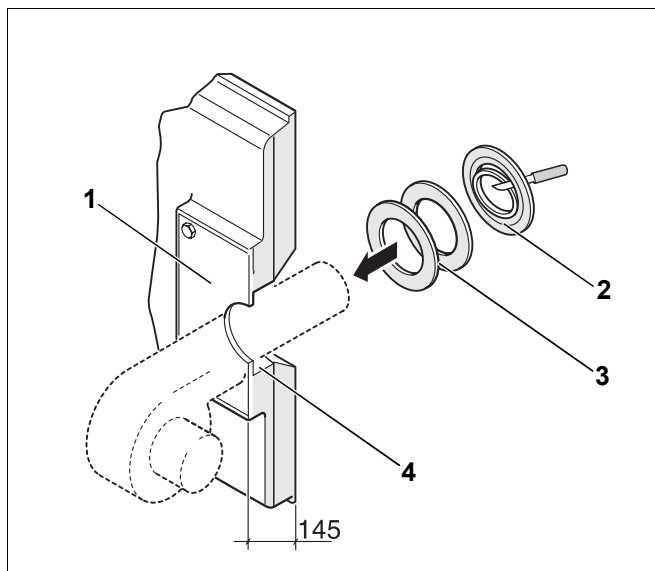

Bild 66 Brenner montieren (Maß in mm)
- Brennerplatte (Bild 66, **Pos. 1**) entsprechend dem benötigten Brennerrohrdurchmesser (Ø max. 270 mm) bohren oder autogen ausschneiden.
- Isolierringe entsprechend dem Brennerrohrdurchmesser ausschneiden (Bild 66, **Pos. 2**).
- Den verbleibenden Spalt zwischen Brenntürwärmeschutz und Brennerrohr (Bild 66, **Pos. 4**) mit den angepassten Isolierringen (Bild 66, **Pos. 3**) ausfüllen.